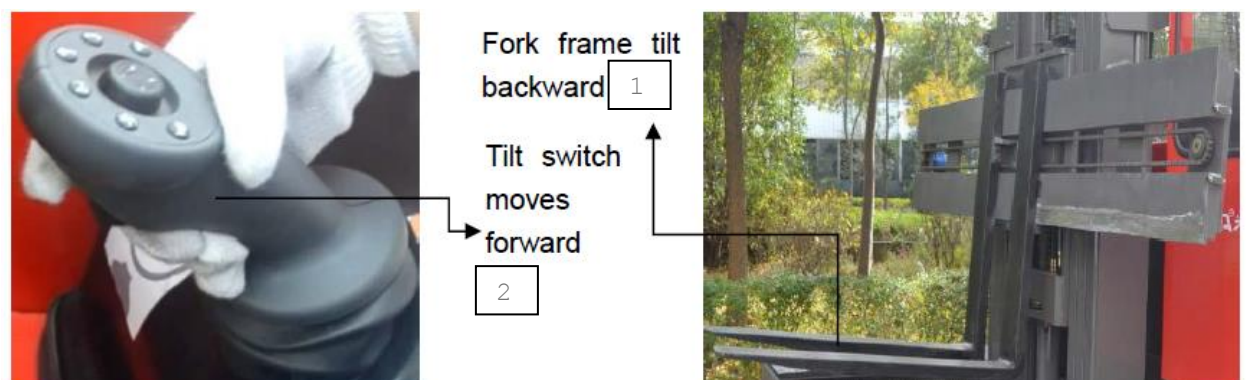

Рис. 4-3-9;
4.3.3.4. Нужно переключить выключатель наклона в нижней части интегрированного джойстика вперед и виловая рама наклонится назад (см. Рис. 4-3-9).